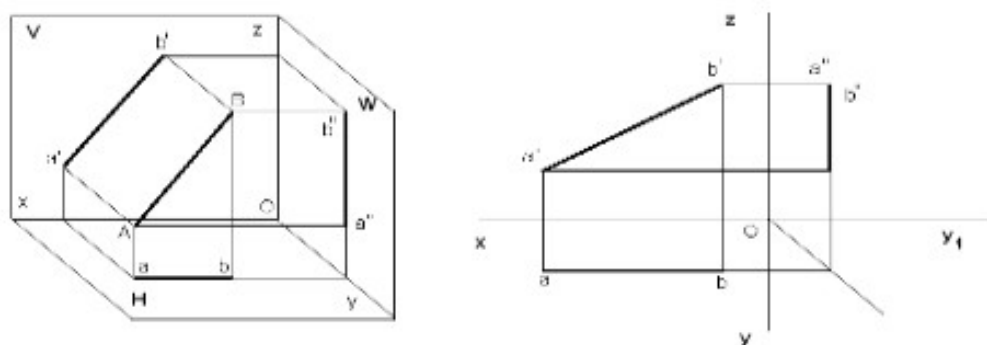

Рисунок 13 .Пример решения задачи 2
2. По заданным координатам построить наглядное изображение и комплексный чертеж отрезка АВ на трех плоскостях проекций (пример оформления решения задач см. рис. 13);